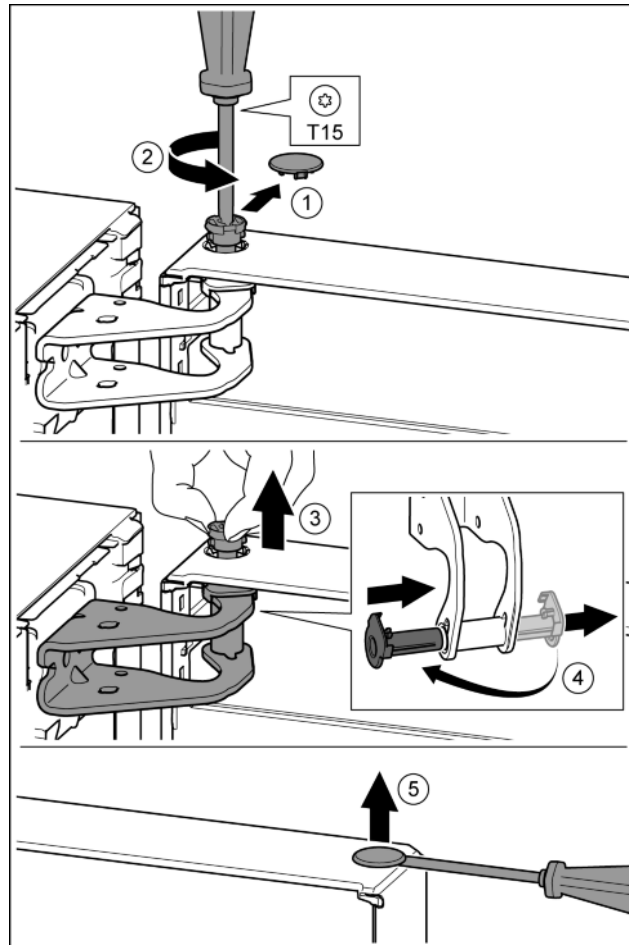

Fig. 8
- ▶ Сваляте внимателно предпазния капак. Fig. 8 (1)
- ▶ С отвертка T15 отвийте малко болта. Fig. 8 (2)
- ▶ Дръжте здраво вратата и с пръсти извадете болта. Fig. 8 (3)
- ▶ Извадете лагерната втулка от водача. Поставете от другата страна и фиксирайте. Fig. 8 (4)
- ▶ С плоска отвертка внимателно повдигнете тапата от лагерната втулка на вратата и я извадете. Fig. 8 (5)